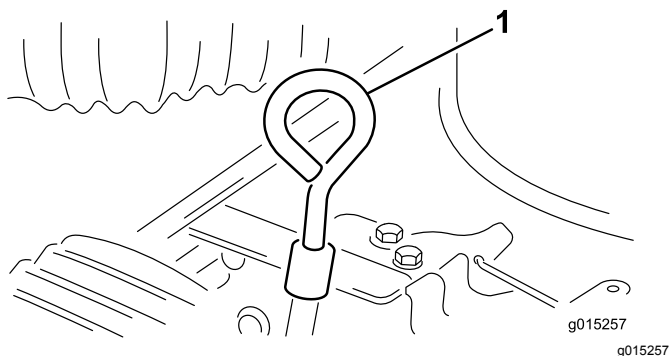

図 8
2. 給油口からゴミが入ってエンジンを傷つけないように、ディップスティックの周囲をウェスできれいに拭く図 8。